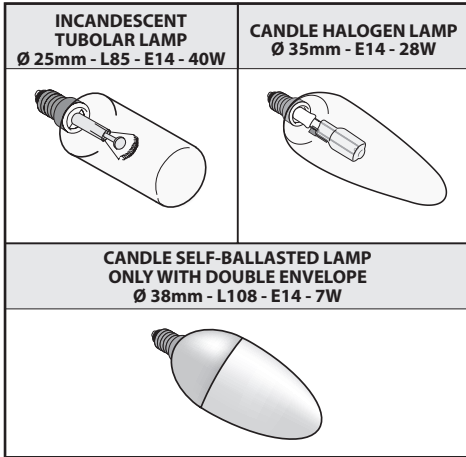

Fig.18
• Udskiftning af glødepærer/halogenpærer/lysstofrør (Fig.18):